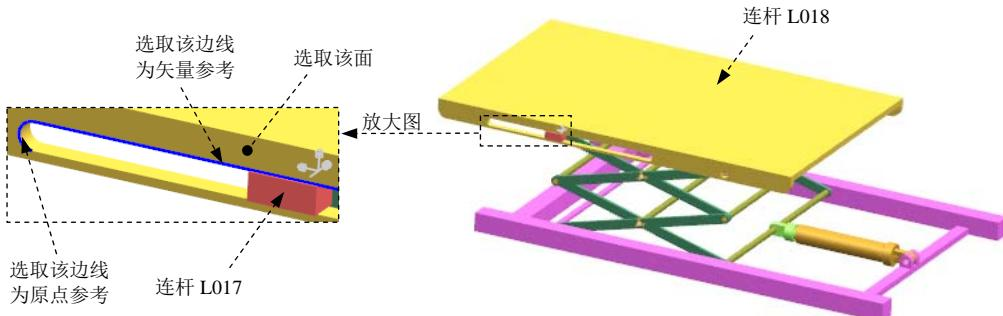

图 10.5.23 定义滑动副（二）
(1) 定义运动副类型。在“运动副”对话框【定义】选项卡的【类型】下拉列表中选择 滑动副 选项。
(2) 选择连杆。选取图 10.5.23 所示的连杆 L017。
(3) 定义原点及矢量。在“运动副”对话框的 指定原点 下拉列表中选取“圆弧中心” 选项，在模型中选取图 10.5.23 所示的圆弧为定位原点参照；选取图 10.5.23 所示的边作为矢量参考边，单击 按钮，使方向向右。
(4) 添加啮合连杆。在“运动副”对话框的基本 区域中选中 喷合连杆 复选框，单击 选择连杆 (0) ，选取图 10.5.23 所示的连杆 L018。
(5) 定义啮合连杆原点及矢量。在“运动副”对话框基本 区域的 指定原点 下拉列表中选
取“圆弧中心”选项，在模型中选取图 10.5.23 所示的圆弧为定位原点参照；选取图 10.5.23 所示的边作为矢量参考边，单击按钮，使方向向右。